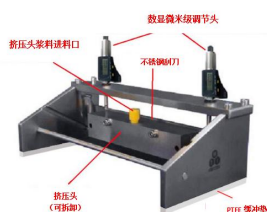
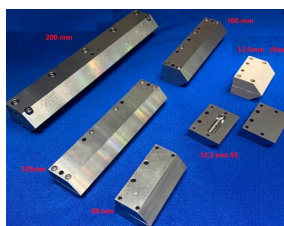

图 1
图 2
1. 250mm 宽度的刮刀, 安装 2 个微米级调节头(图 1), 可涂布厚度范围 0.01mm-5mm
2. 150mm 宽度挤压头, 可固定在刮刀上, 可涂布厚度 0.005mm-0.02mm(涂布浆料需要调节粘度) (图 1) 挤压头包含以下配件
3. 其他宽度挤压头可安装在刮刀上 (如 100mm 或 50mm) (图 2)
可选涂布机	<ul style="list-style-type: none"> • 可适合配用混合制膜器的涂布机是 MSK-AFA-II, 图 1 • 几乎适用于本公司所有的平板涂布机, 图 2 为混合制膜器与平板式涂布机配合 • 拆除挤压头, 可以作为刮刀适用, 用于流延涂布 • 为了挤压涂布, 可选购注射泵 (图 2-3) <div style="display: flex; justify-content: space-around; align-items: center;"> <div style="text-align: center;">  <p>图 1</p> </div> <div style="text-align: center;">  <p>图 2</p> </div> <div style="text-align: center;">  <p>图 3</p> </div> </div>